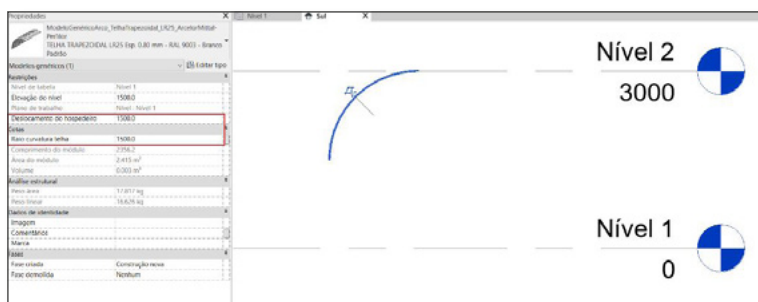

Figura 33 – Ajustes na posição e tamanho da família de telha em arco.
12. Selecione a família e, no painel "Propriedades", ajuste os parâmetros "Deslocamento do hospedeiro" e "Raio curvatura telha" nos valores indicados na Figura 33. O parâmetro "Deslocamento do hospedeiro" controla a altura do componente em relação ao "chão";